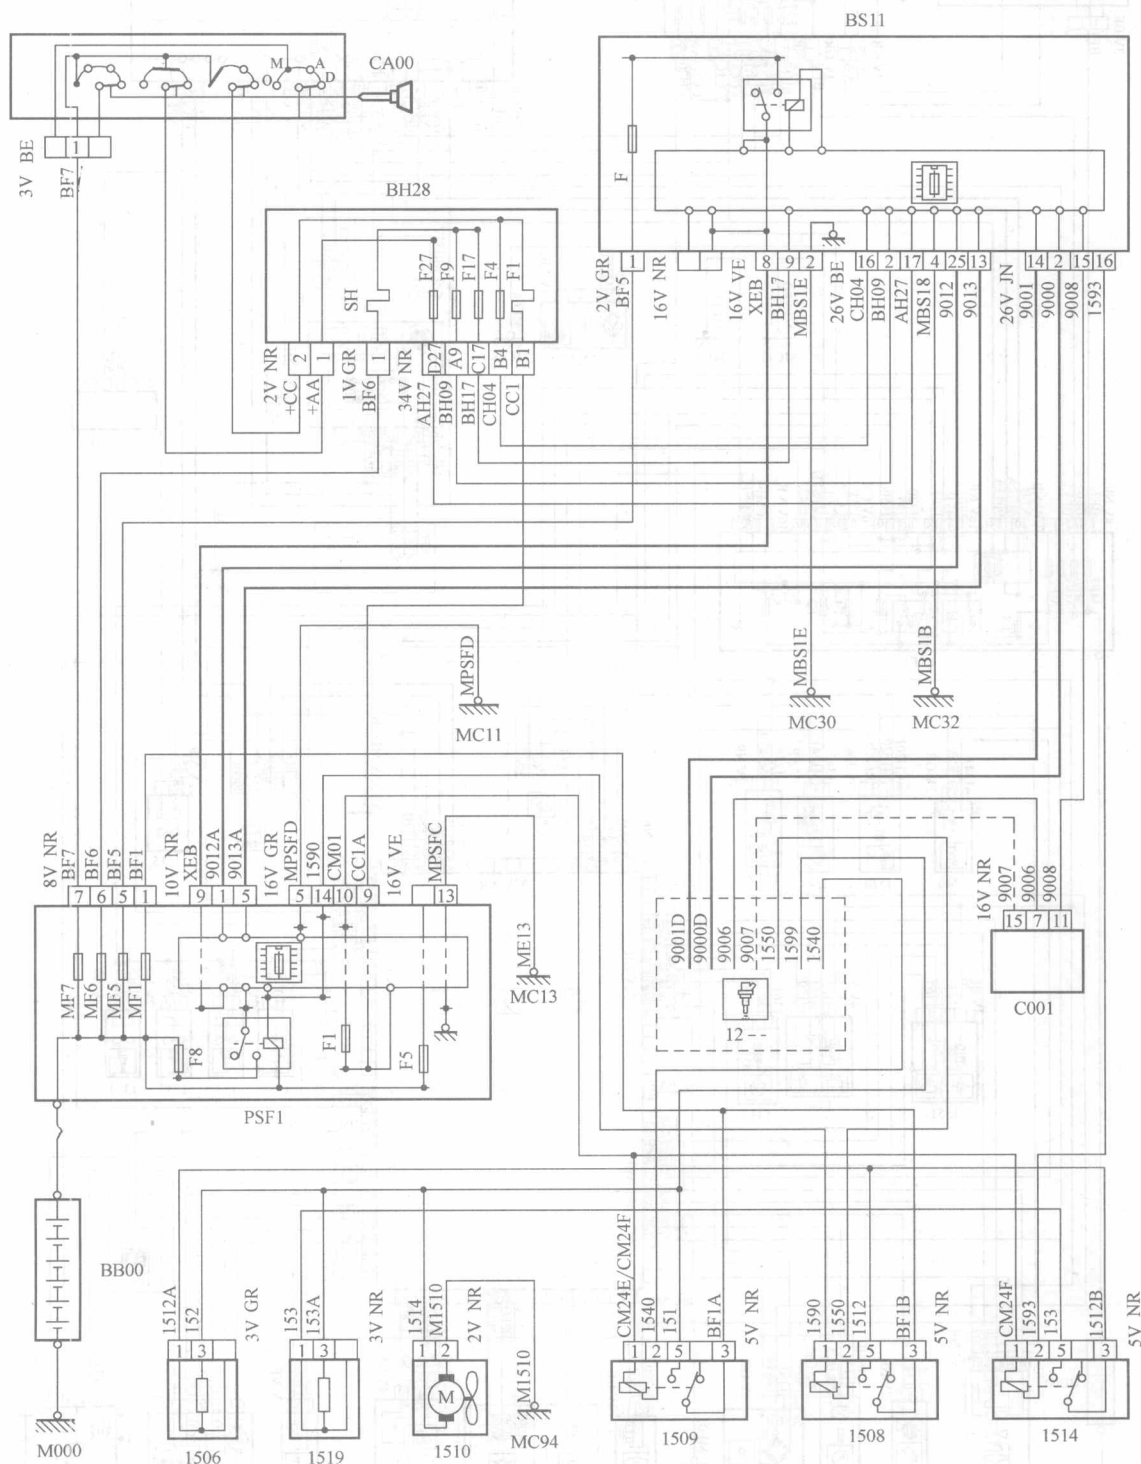
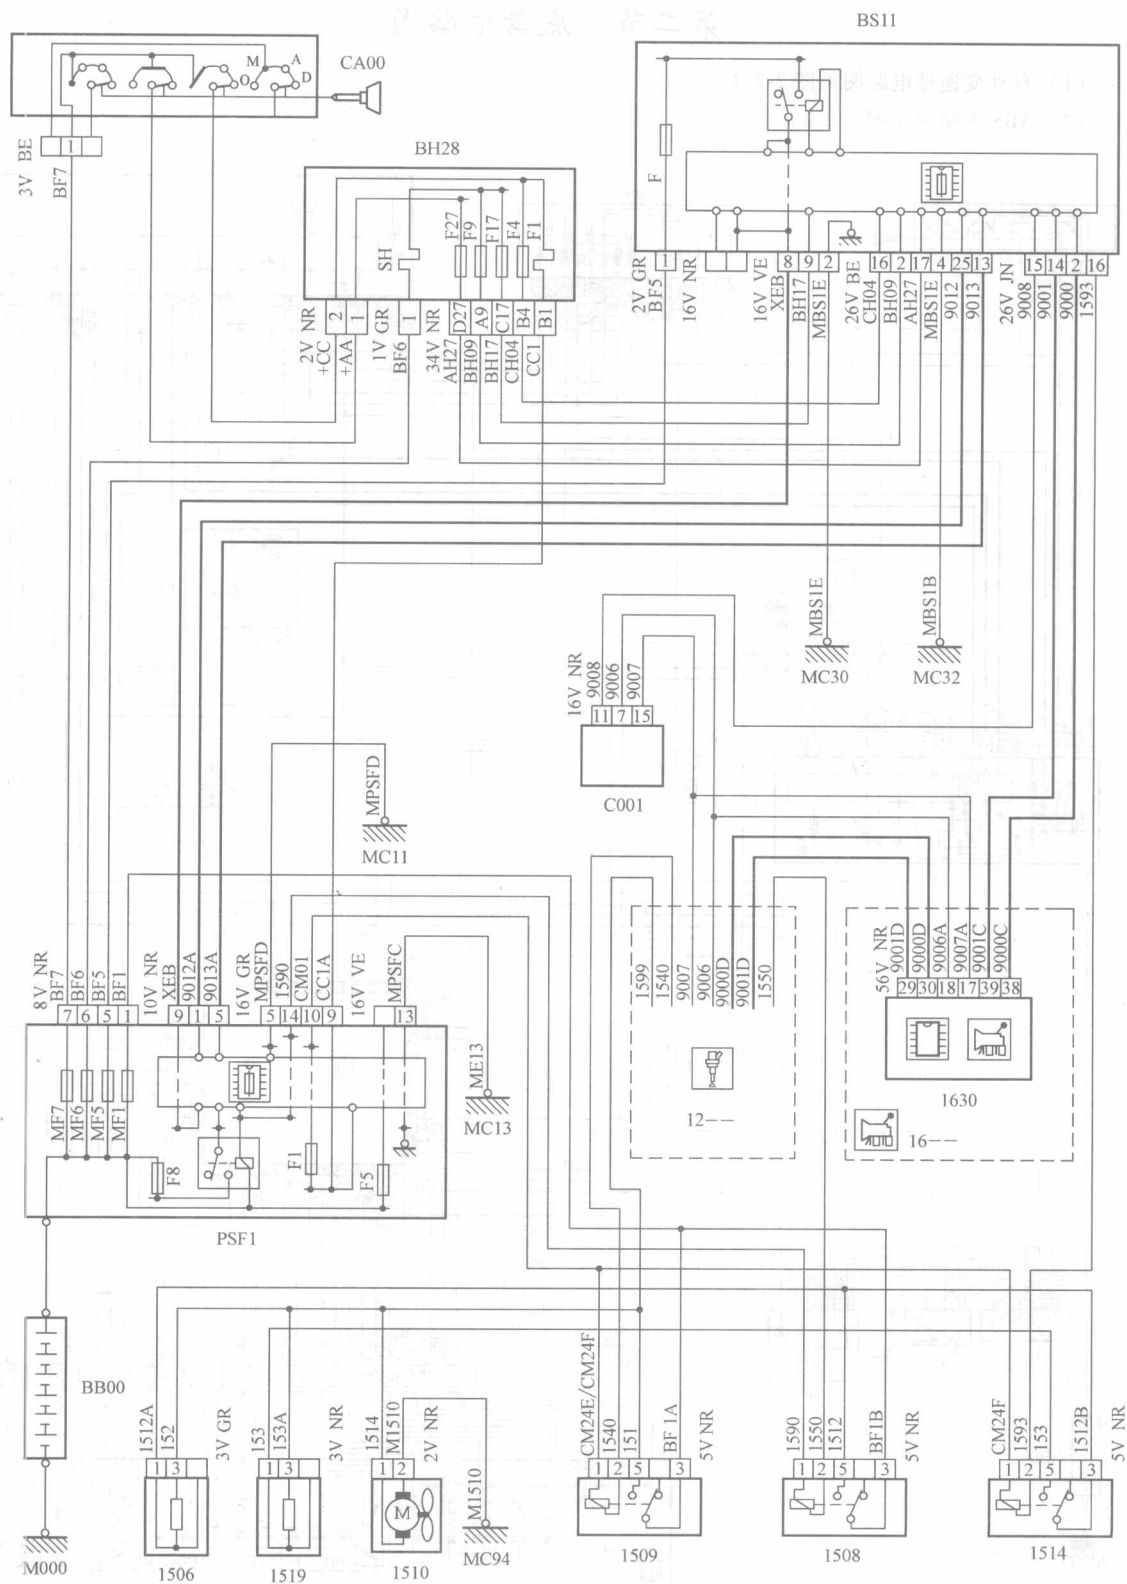

图 2-1-3 冷却系统原理图 (手动变速器型)
图 2-1-4 冷却系统原理图 (自动变速器型)
- (3) 冷却系统电路图。手动变速器型见图 2-1-3，自动变速器型见图 2-1-4。